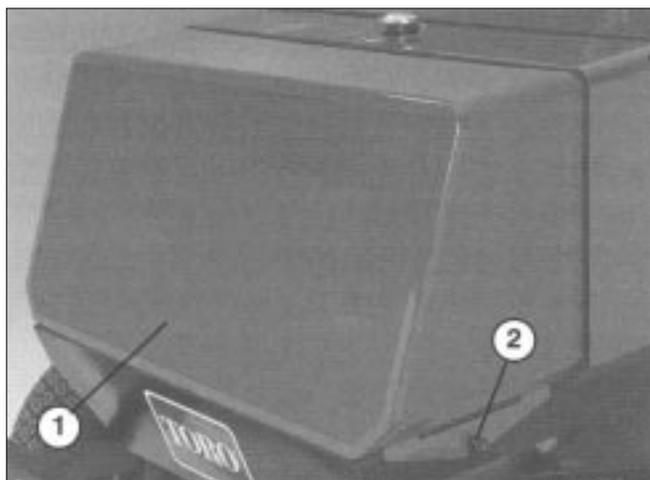

図26
1. 後部スクリーンのノブ（図26）を取り、スクリーンを外します。